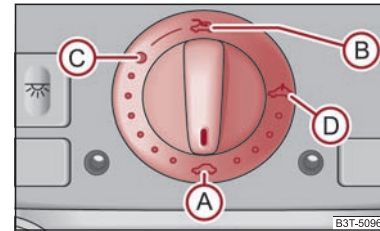

Abb. 41 Drehschalter für das elektrische Schiebe-/Ausstelldach
Das Schiebe-/Ausstelldach wird mit dem Drehschalter ⇒ Abb. 41 bedient und funktioniert nur bei eingeschalteter Zündung. Der Drehschalter hat mehrere Stellungen.
- Drehen Sie den Schalter in Stellung **C** ⇒ Abb. 41.
- Drehen Sie den Schalter in Stellung **A** ⇒ Seite 57, Abb. 41.
Das Schiebe-/Ausstelldach ist mit einer Kraftbegrenzung ausgestattet. Wenn ein Hindernis (z. B. Eis) das Schließen verhindert, stoppt das Schiebe-/Ausstelldach und öffnet vollständig. Das Schiebe-/Ausstelldach können Sie ohne Kraftbegrenzung vollständig schließen, wenn Sie den Schalter in Stellung **A** ⇒ Seite 57, Abb. 41 vorn so lange drücken, bis das Schiebe-/Ausstelldach vollständig geschlossen ist ⇒ .
Nach jeder Notbetätigung muss das Schiebe-/Ausstelldach in die Grundstellung gebracht werden. Deshalb müssen Sie den Drehschalter in die Schalterstellung **(A)** bringen ⇒ Seite 57, Abb. 41 und etwa 10 Sekunden lang vorn drücken. ■